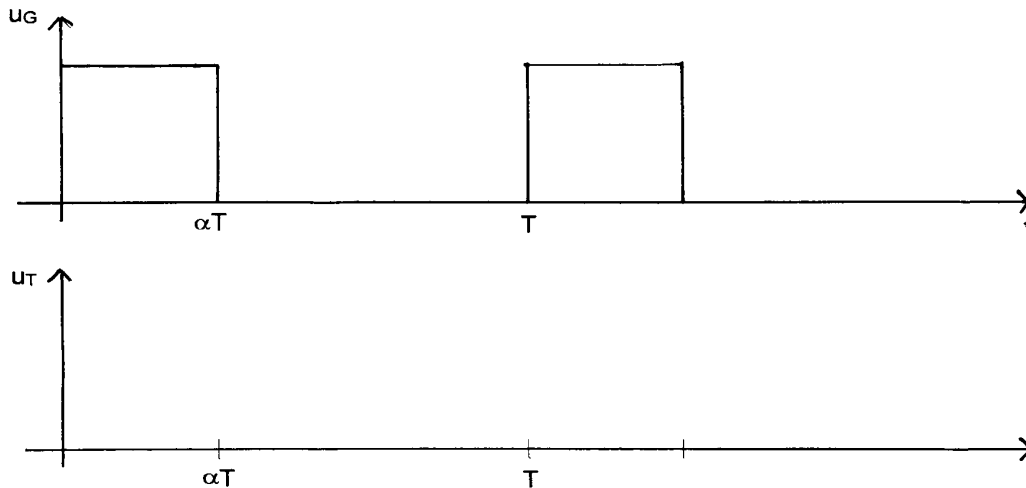

fig 2
1.5.3. Représenter sur la figure 2 la tension u_T en précisant ses différentes valeurs.